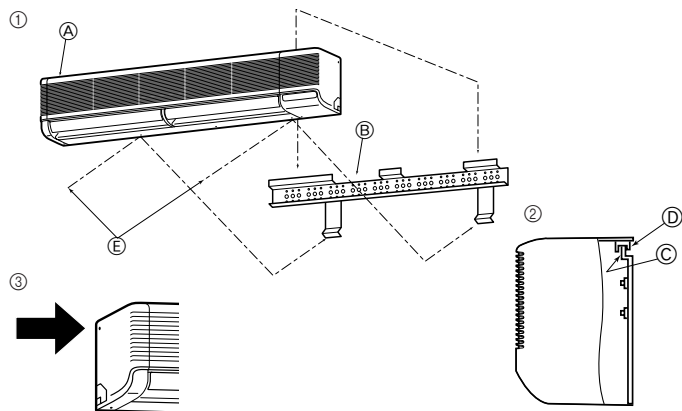

Fig. 3-11
3.4. Montering av inomhusenheten (Fig. 3-11)
- ① Se till att metallspärrarna på inomhusenheten hängs på krokarna på väggfästet.
- ② När rörledningsarbetet har avslutats använder man fästskruvarna för att montera inomhusenheten på väggfästet.